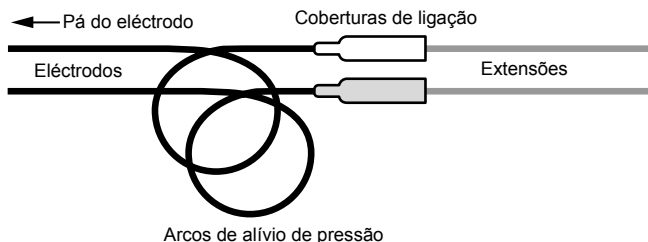

Figura 3. Arcos de alívio de pressão efectuados com os eléctrodos
1. Mantendo a posição do eléctrodo, crie um arco de alívio de pressão com cada um dos eléctrodos, enrolando os eléctrodos na proximidade das coberturas de ligação (Figura 3).